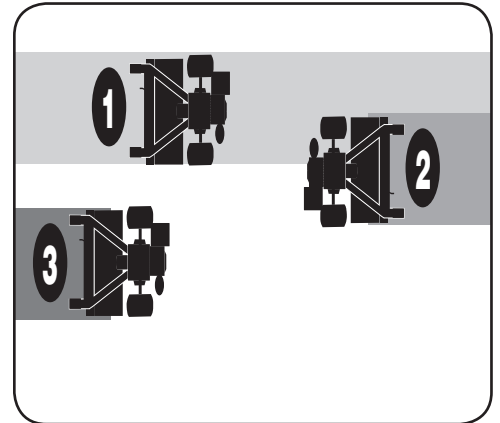

Figura 4-8
- Si las dimensiones del jardín no permiten la labranza en sentido longitudinal y luego en sentido transversal, trasape las primeras pasadas por la mitad del ancho de la cultivadora, continuando con sucesivas pasadas a un cuarto del ancho. Vea la Figura 4-8.